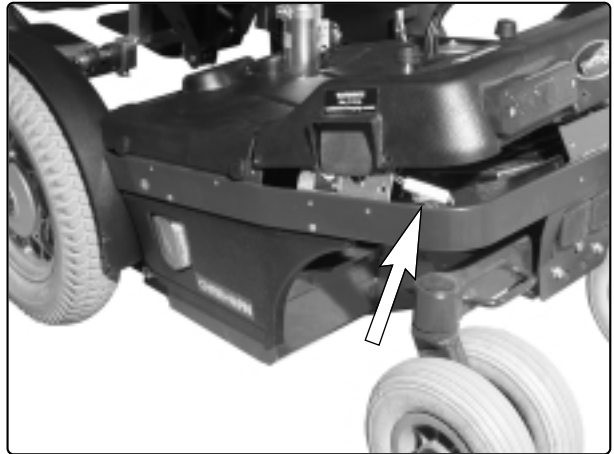

Abb. 4. Kontakt teilen, um Betätigung der Sitzhöhenverstellung zu erleichtern.
2. Lösen Sie die Rückabdeckung, siehe Abb. 4.